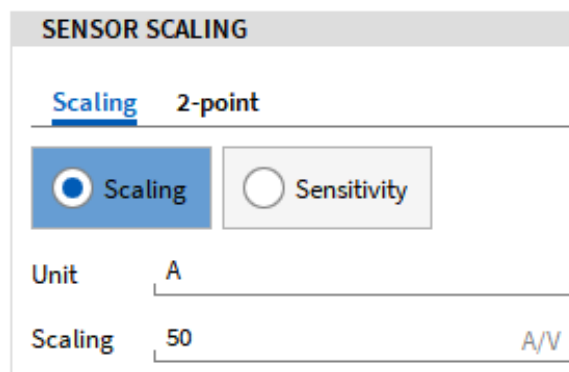

Abb. 7.51: Eingabe des Shunt-Widerstandes als Skalierungsfaktor
- Ändern Sie die Einheit auf A (Ampere) und geben Sie den Widerstand des Shunt-Widerstandes als Skalierungsfaktor ein, z.B. 50 Ω (siehe Abb. 7.51).